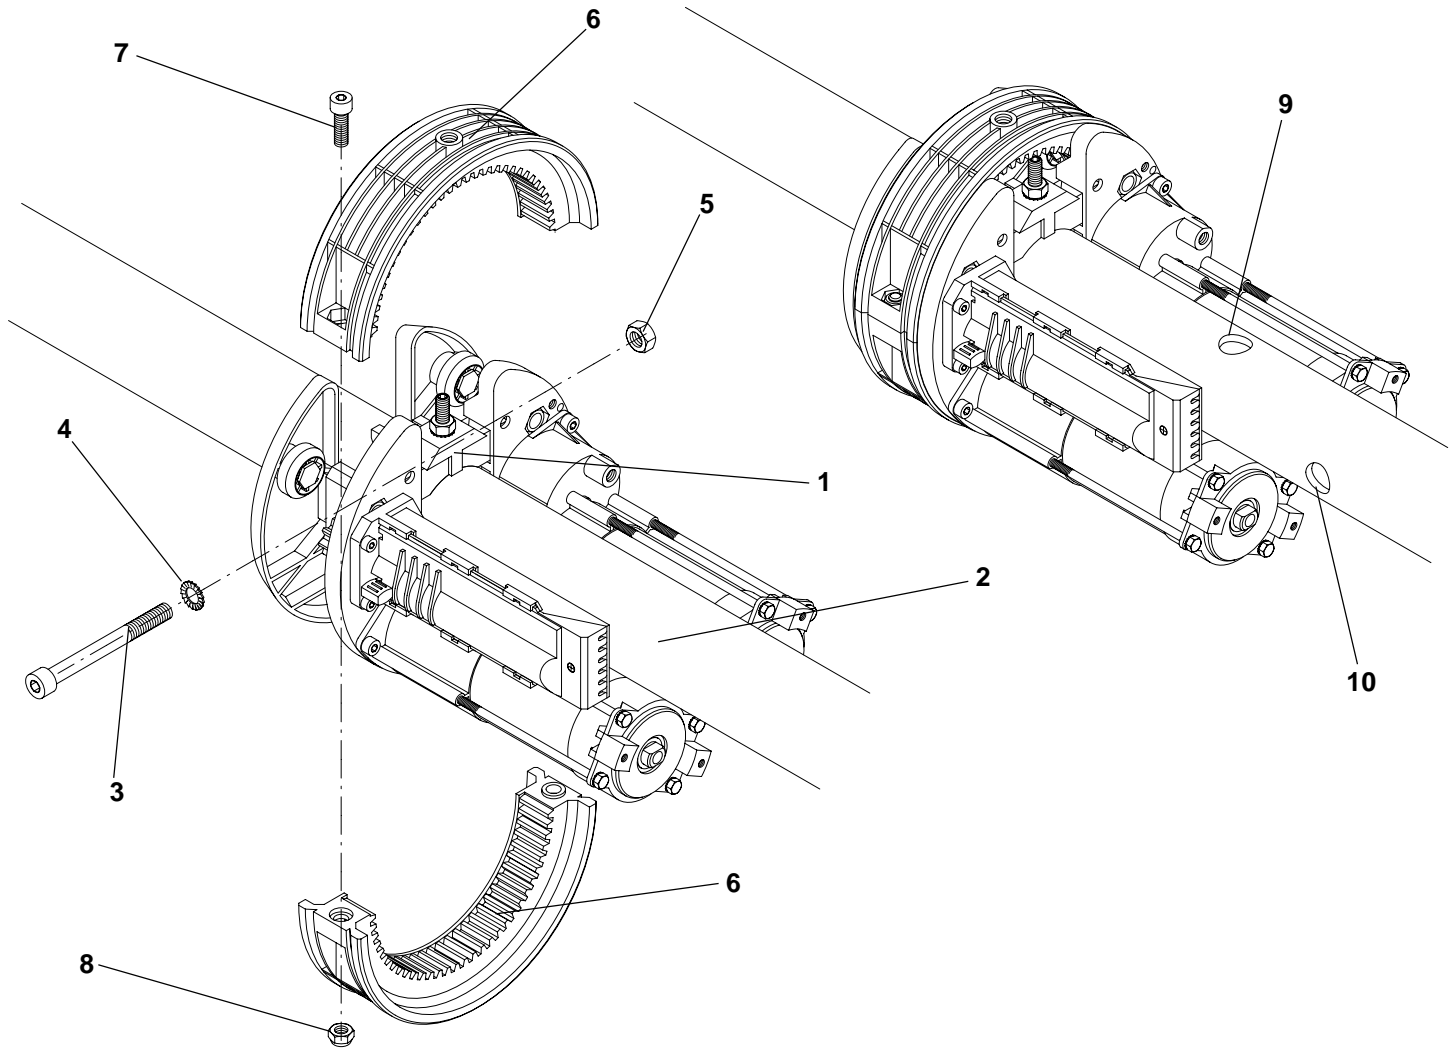

Fig.1a
## **Installazione del motoriduttore (fig.1a-b)**
Per l'installazione del motoriduttore si seguano le seguenti indicazioni (fig. 1a):
## **Gearmotor installation (fig.1a-b)**
To install the gearmotor, observe the following instructions (fig. 1a):
## **Installation du motoréducteur (fig.1a-b)**
*Pour l'installation du motoréducteur, observer les indications suivantes (fig. 1a):*
## **Instalación del motorreductor (fig.1a-b)**
*Para la instalación del motorreductor siga las indicaciones (fig. 1a):*